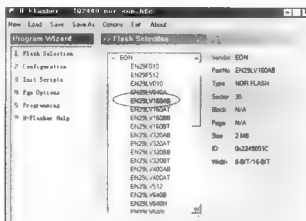

图 2-20 选择 Flash 型号
(4) 在 H-Flasher 窗口中，选择“Flash Selection”，然后选择“EN29LV160AB”（不同的开发板可能具体型号不同，读者需要确定 Flash 芯片的型号），如图 2-20 所示。